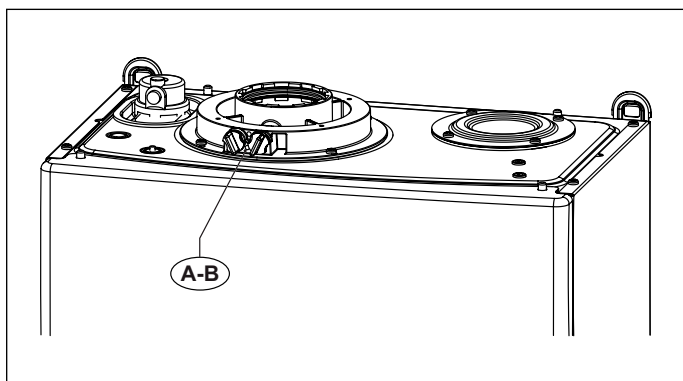
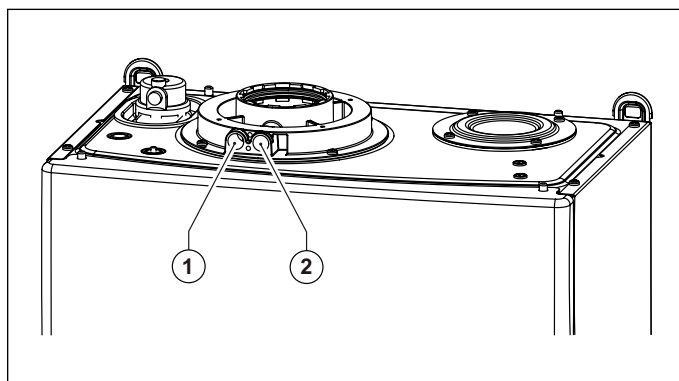

Fig. 19 Posición tapones
Fig. 20 Posición orificios
La caldera cuenta con una torre para la conexión de la tubería de aspiración del aire/evacuación de humos (ver Fig. 19 Posición tapones y Fig. 20 Posición orificios).
En la torre han sido preparados orificios para el acceso directo del aire de combustión y a la evacuación de los humos (ver Fig. 20 Posición orificios).
Antes de efectuar las mediciones quitar los tapones **A** y **B** de los orificios preparados sobre la torre (ver Fig. 19 Posición tapones).
- medida del aire comburente tomada en el agujero específico **1** (ver Fig. 20 Posición orificios).
- medición de la temperatura de los humos y del CO₂ tomada en el orificio **2** (ver Fig. 20 Posición orificios).